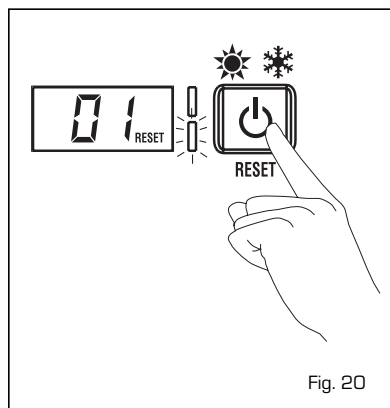

Fig. 20
- ANOMALIA SCARICO FUMI "AL 01" (fig. 20)